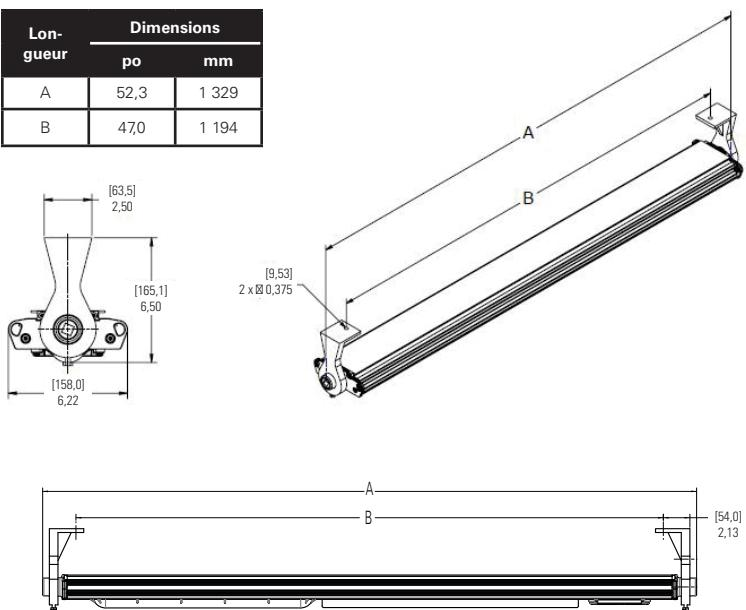

Figure 2. Montage au mur ou au plafond du DP1053MTK
- Marquer et percer des trous pour fixer les supports d'extrémité. Utiliser deux (2) boulons de 1/4 po (non inclus) au centre pour centrer les mesures (voir la figure 2).
- Le luminaire peut maintenant être installé. Il est fortement recommandé que deux (2) professionnels qualifiés réalisent le montage final du luminaire, afin d'éviter des blessures corporelles ou des dommages au luminaire.